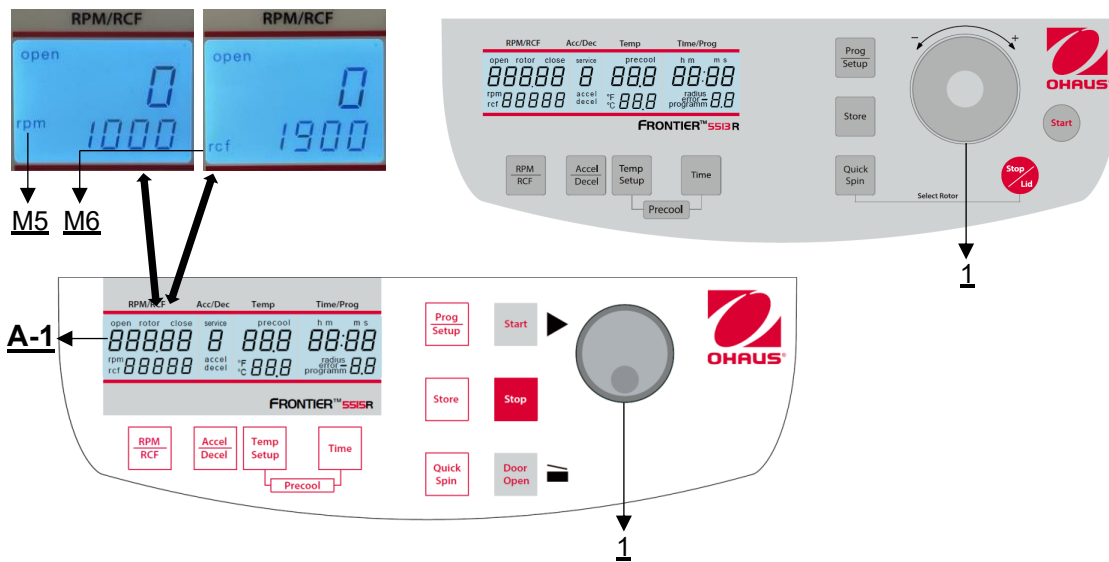

Abbildung 12
Die Vorwahl wird über die Taste **"RPM | RCF"** (3) aktiviert (siehe **Abbildung 12**). Durch einmaliges Drücken der Taste blinkt das Wort **"rpm"** (M5). Durch zweimaliges Drücken der Taste kann die Vorwahl der Fliehkräfte gewählt werden. Dann erscheint das blinkende Wort **"rcf"** (M6). Mit dem Einstellknopf / Touch Wheel (1) können Sie die gewünschten Werte einstellen. Im Display (A-1) wird der eingestellte Wert permanent angezeigt, vor, während und nach dem Lauf.